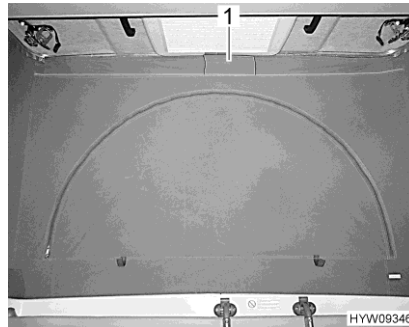

Fig. 60 Ventilación (cerrada)
- Separar el cierre velcro de la ventana de lona (Fig. 60,1) debajo del techo abatible. Atrás de la ventana de lona está instalada una rejilla de malla como protección de insectos.